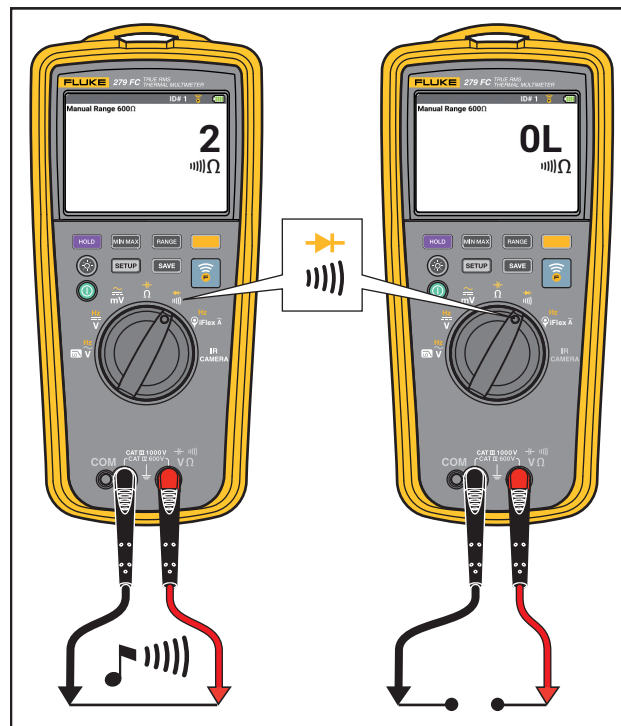

Figura 9. Testes de continuidade
- Teste de continuidade. Veja a figura 9.
O teste de continuidade usa um aviso sonoro que dispara quando um circuito fechado é detectado. O aviso sonoro permite fazer testes de continuidade sem a necessidade de olhar para o visor. Veja a figura 9.